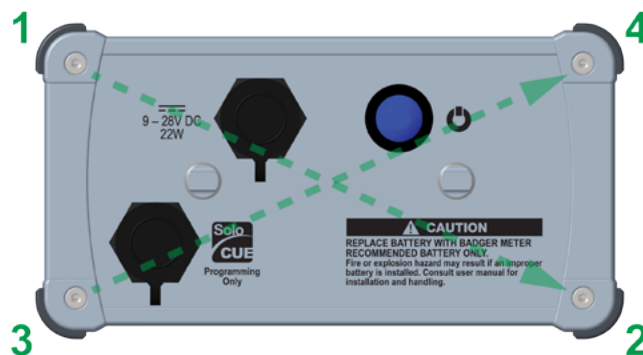

Figure 25 : Ordre de remontage des vis
- b. Remonter les quatre vis dans l'ordre indiqué à la Figure 25 et visser sans serrer. Faire un première passe en serrant à un couple de 0,2 Nm (2 po-lb). Pour la dernière passe, serrer à un couple de 0,3...0,35 Nm (2,7...3,1 po-lb). Prendre garde à ne pas fausser de filetage ni à trop serrer.